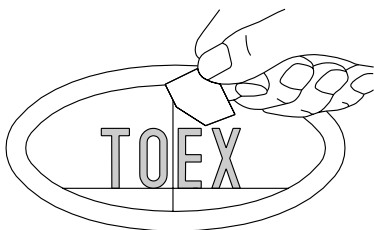

図5-4
- ④ 裏紙をはがしネームシールがサインプレートからはがれないようにしっかり貼り付けてからセンターラインと水平ラインを消してください。(図5-4参照)